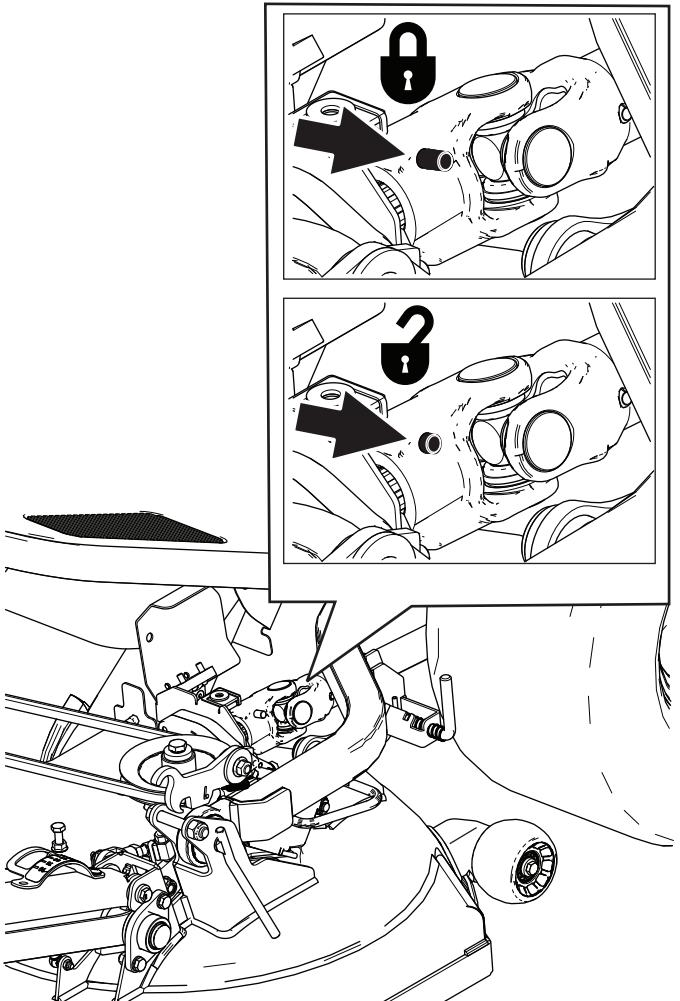

Figura 92
1. Gire la fijación de cuarto de giro y abra la cubierta de la articulación universal de la cubierta de la correa (Figura 92).
2. Desconecte el extremo delantero del árbol de transmisión de la caja de engranajes de la unidad de corte pulsando el pasador cargado con muelle y, a continuación, tirando del extremo del árbol de transmisión hacia atrás (Figura 92).
3. Libere el pasador cargado con muelle y compruebe que la articulación universal del árbol de transmisión está bloqueada en la caja de engranajes de unidad de corte; consulte la Figura 92.